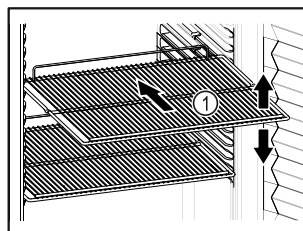

Fig. 57 Ilustrační zobrazení
- ❑ Pokud jsou odstavné rošty Fig. 57 (1) přemístitelné, přizpůsobte je vždy na danou výšku.